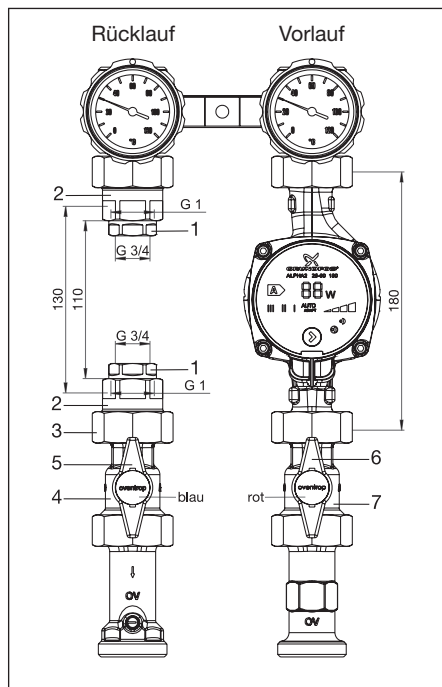

Abb. 5.1 Wärmemengenzähler Einbau – Set für „Regumat S-180“ DN 25 mit Pumpenkugelhahn (2015)
- Reduzierstücke $G \frac{3}{4} \times G 1$ mit $G \frac{3}{4} IG$ (1) und beiliegenden Dichtungen am Wärmemengenzähler verschrauben.
- Reduzierstücke $G 1 \times G 1 \frac{1}{2}$ mit $G 1 IG$ (2) an bereits aufgeschraubte Reduzierstücke (1) und beiliegenden Dichtungen verschrauben.
- Vorhandenen Kugelhahn (4) aus dem Vorlauf im Rücklauf einbauen.
- Wärmemengenzähler im Rücklauf mit beiliegenden Dichtungen und Überwurfmutter (3) verschrauben.
- Kugelhahn mit Temperaturfühleranschluss (7) im Vorlauf einbauen (Achtung: Je nach Ausführung der Temperaturfühler kann die Position des Kugelhahns variabel gewählt werden (s. Abb. 5.1 und 5.2). Die Griffe (5, 6) mit blauen und roten Stopfen umtauschen.
Der Einbau eines Wärmemengenzählers mit Baulänge 130 mm ist identisch mit dem Einbau 110 mm, jedoch werden die Reduzierstücke $G \frac{3}{4} \times G 1$ (1) und die entsprechenden Dichtungen (s. Abb. 5.1 und 5.2) nicht benötigt.